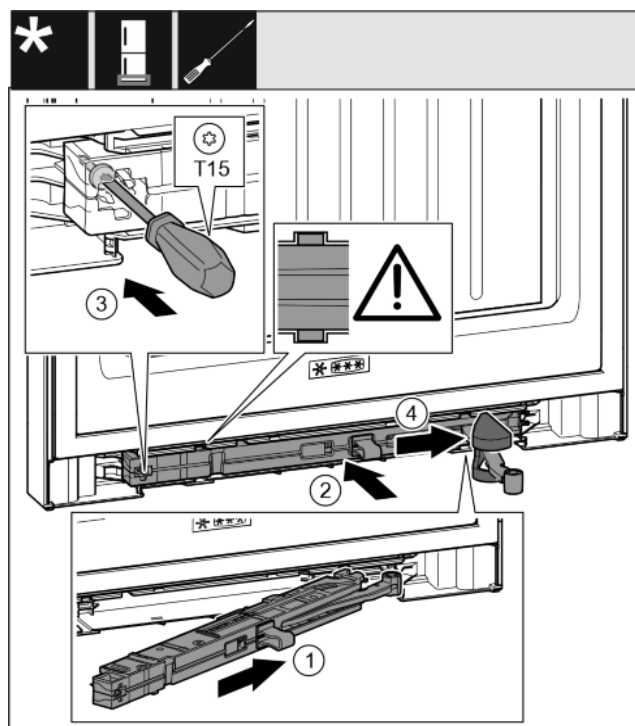

Fig. 36
- ▶ Schließdämpfereinheit auf der Lagerbockseite bis zum Anschlag schräg in die Aussparung einschieben. Fig. 36 (1)
- ▶ Schließdämpfereinheit vollständig in Aussparung schieben. Fig. 36 (2)
- ▶ Schraube mit einem Schraubendreher T15 festschrauben. Fig. 36 (3)
- ▶ Abdeckung über Gelenk schieben. *Fig. 36 (4)*